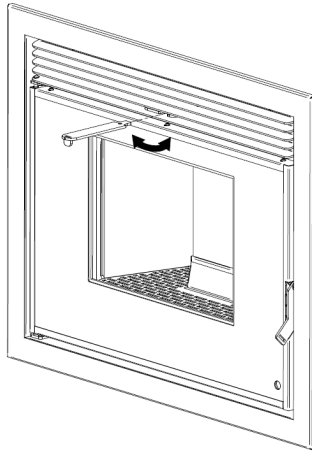

Figure 20 - Accessoire de réglage de l'air chaud sur insert WIND
- On peut régler la proportion d'air chaud soufflé vers l'avant, et passant par les tubes d'air canalisé, en utilisant le même accessoire servant à ouvrir la porte ou à déverrouiller l'appareil. Positionner l'accessoire comme montré en Figure 20, on peut voir qu'il y a une pièce qui correspond parfaitement et qui en tournant déplace un déflecteur qui dirige l'air chaud vers l'avant ou les tuyaux d'air. Pour plus de sécurité, il y a toujours une quantité minimum d'air qui sort en façade de l'appareil. Après ajustement de la position, retirer l'accessoire, de sorte qu'il reste froid.